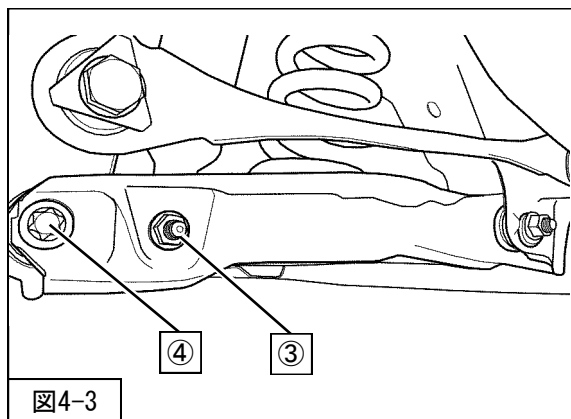

図4-3
4. 木片及びジャッキを使用し、リアサスペンションASSYロアアームNo.2を支持し、④リアサスペンションASSYロアアームNo.2取付ボルト・ナットを仮付けしてください。（図4-3）
5. スペーサー（同梱品）をリアショックアブソーバASSY下側のブッシュ両端に取付け、③リアショックアブソーバASSYロア取付ボルト・ナットを仮付けしてください。（図4-3・4-4・4-5）
④リアサスペンションASSYロアアームNo.2取付ボルト・ナット
を締付けてください。（図4-3）